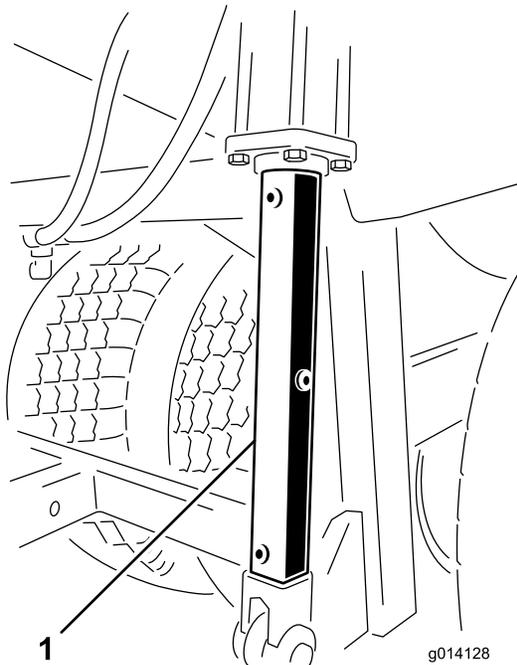

图 46
在升起的料斗下方执行维护之前请安装 2 个液压油缸支撑杆图 46。
3. 将液压油缸支撑杆组装到液压油缸的杆上图 46。